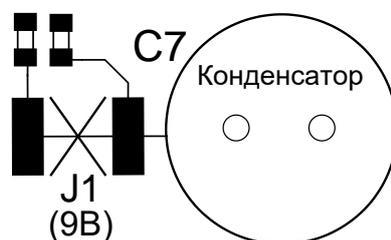

Рисунок 1
2.2.7.1 Для установки выходного напряжения 9 В необходимо перерезать на плате печатный проводник перемычки «J1» (как показано на рис. 1).
2.2.7.2 Для последующего восстановления выходного напряжения на 12 В необходимо соединить контактные площадки переключки «J1» (см. рис.1).